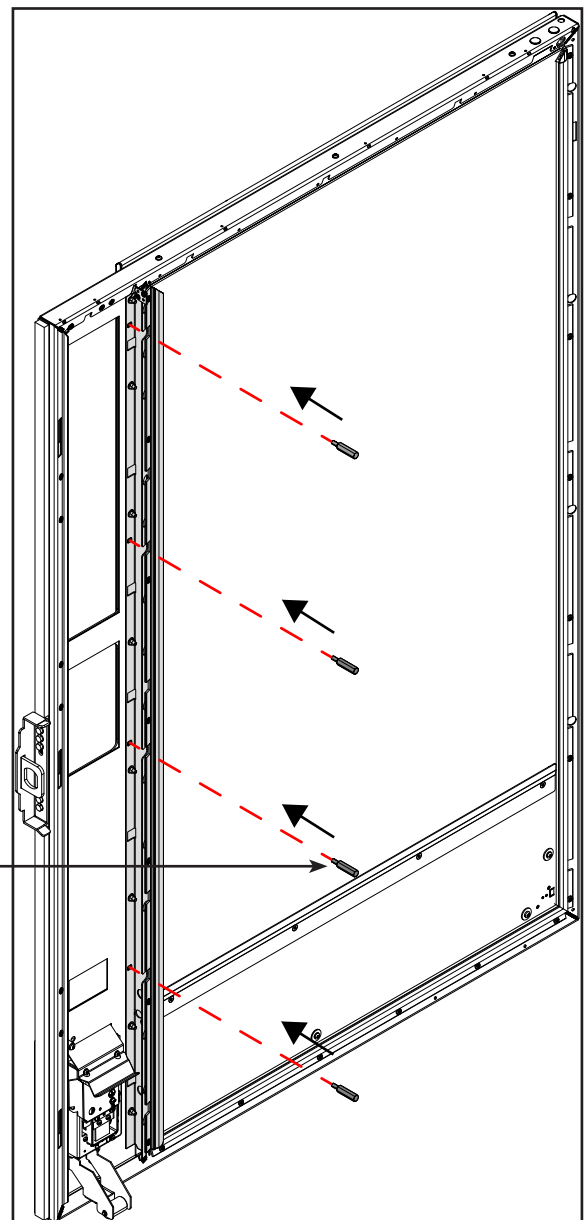

Bild 35
2. Schlagschutz mit 4x Sechskant-Schraubbolzen SW 10 montieren (Bild 35).